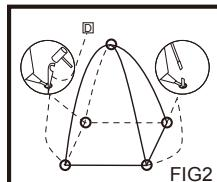

FIG2
- Sett teltet <A> opp og skyv endene av stengene inn i jerntappene (i hjørnene på teltet <A>). (FIG2)
- Fest taket på innerteltet <E> der stengene krysser hverandre. (FIG2)
- Fest teltet til bakken med teltpuggene <D> gjennom hampene. (FIG2)